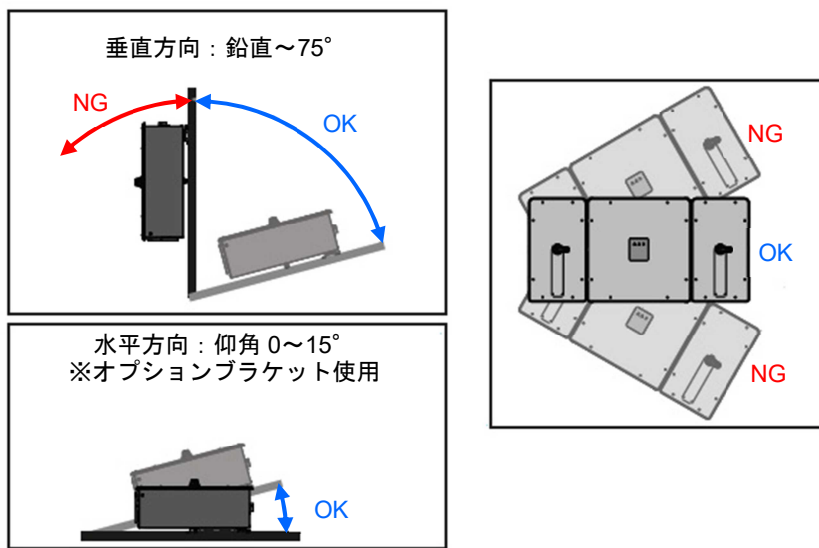

図 1.2.2 設置角度
- 本体取り付けの最大許容傾斜は、壁掛け設置用ブラケットを用いた場合はインバータ背面方向に 75 度まで、水平設置用ブラケットを用いた場合はインバータ前面方向に 15 度までです（図 1.2.2 参照）。